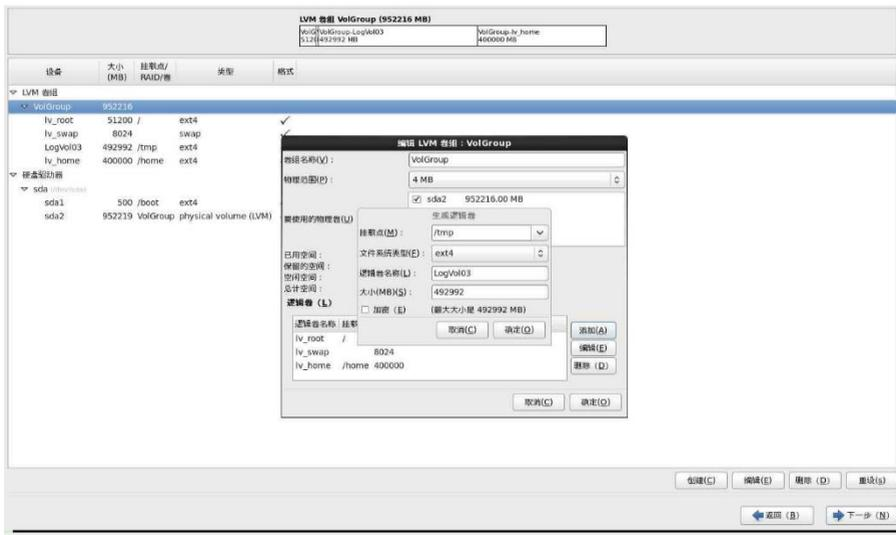

图 6-34
o. 通过添加、编辑、删除等操作编辑逻辑卷, 并分配 mount 点。本例点击添加按钮。弹出生成逻辑卷界面, 如图 6-34 所示。